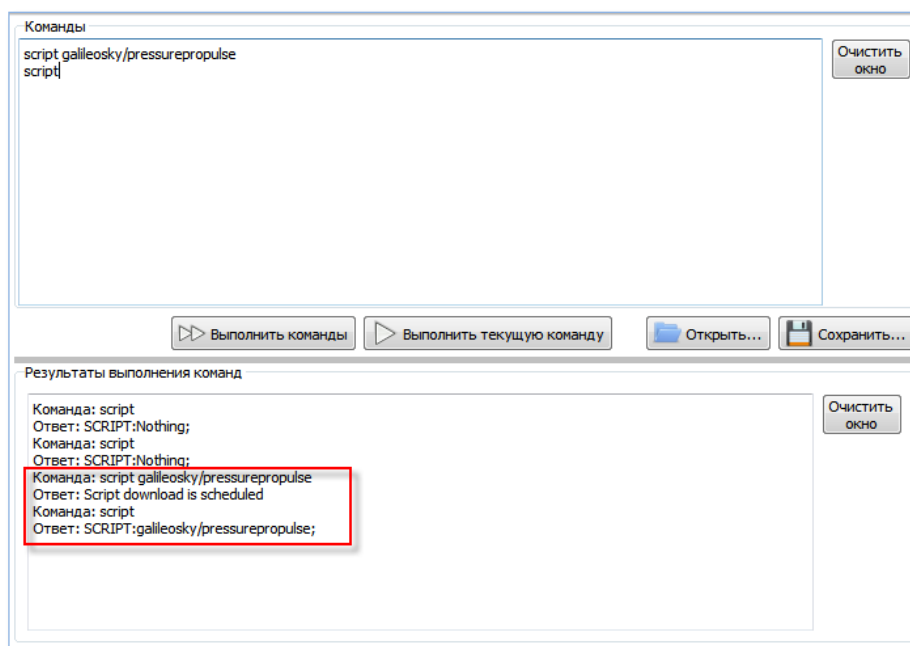

Рисунок 13. Выполнение команды на скачивание алгоритма
7. Перейдите на вкладку «Команды» и выполните команду "script galileosky/pressurepropulse" (Рис. 13);